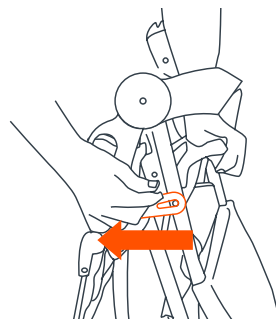

Fig. 19a
- 19)** • Apoye el carrito de modo tal que las tres ruedas toquen el suelo. Suelte el pestillo de pliegue, que se encuentra a la derecha del carrito (Fig. 19a).